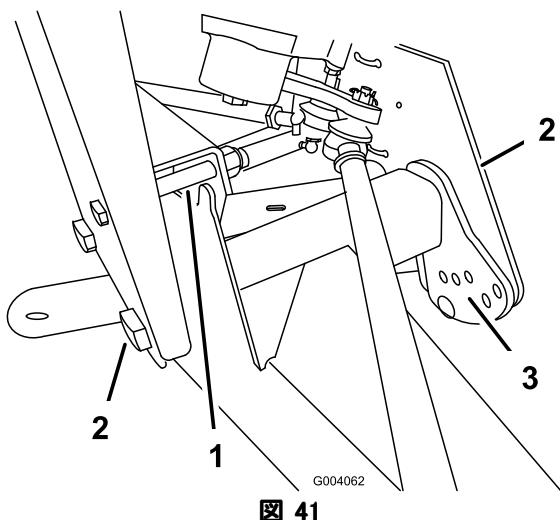

図 41
2. リミットボルトを外す。（図 41）。
3. A フレームのセンタリング・ボルトをゆるめる（図 41）。
4. 乗車高さ調整ボルトを外す（図 41）。
5. 前 A アームを所望位置に回し（以下の注を参照）、乗車高さ調整ボルトを取り付ける（図 41）。
7. リミットボルトを元通りに取り付ける(図 41)。